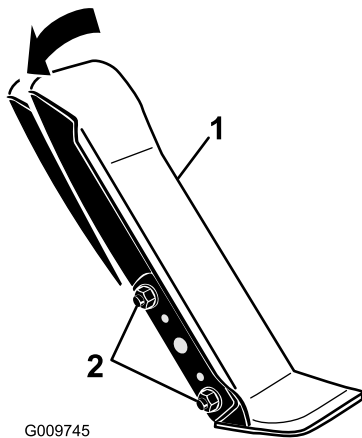

Figura 71
1. Afloje las 2 tuercas y pernos que fijan el lado izquierdo del pedal de tracción al soporte (Figura 71).
2. Ajuste el pedal al ángulo deseado y apriete las tuercas (Figura 71).